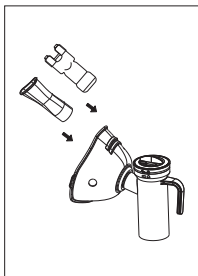

Рисунок 6.
- Присоедините мундштук, назальную канюлю или маску к патрубку чашки ингалятора (Рисунок 6).